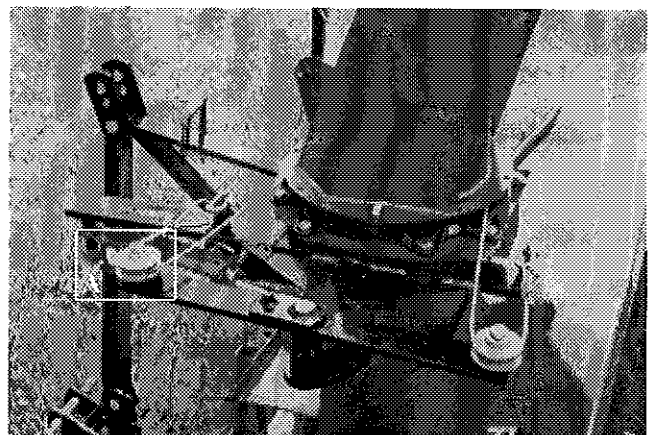

Figure 26
- 5) Prendre la partie du câble allant vers la vis sans fin et la faire tourner autour de la chute contrairement au sens horaire, allez faire le tour de la poulie (A Fig 26), faire une loupe dans l'attache et fixer le câble à l'aide du serre câble tel que montré pour l'autre partie du câble.